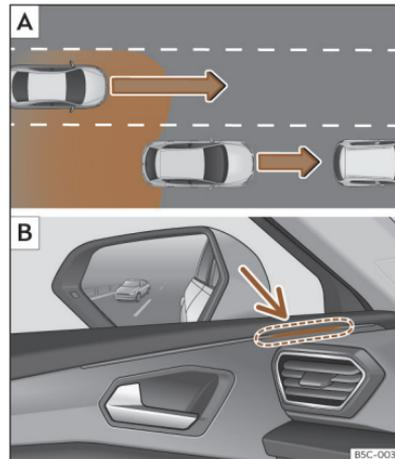

Abb. 143 Schematische Darstellung: **A** Überholen mit Verkehr im hinteren Bereich. **B** Anzeige des Spurwechselasistenten links.
In folgenden Situationen wird die Anzeige in der Kontrollleuchte >>> **(Abb. 143)** **B** (Pfeil) oder >>> **(Abb. 144)** **B** (Pfeil) dargestellt:
- Bei einer Überholung durch ein anderes Fahrzeug >>> (Abb. 143) .